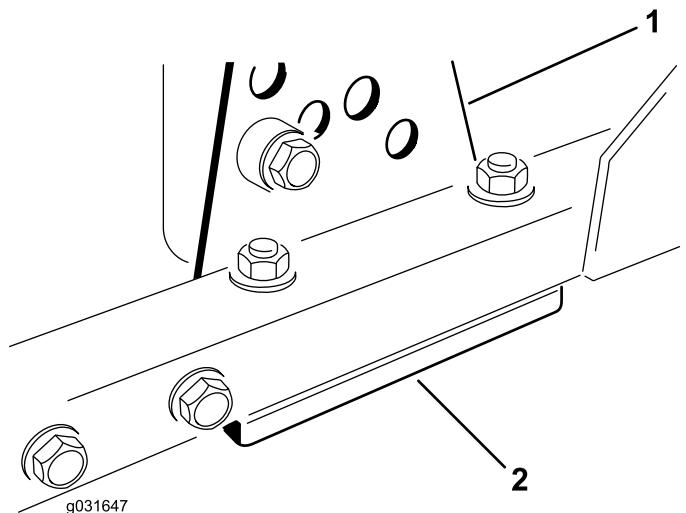

図 71
- 刈り高ブラケット前、左、右のうち1つをデッキのフレームから外す 図 71。
- デッキフレームとブラケットとの間に厚さ 1.5 mm または 0.7 mm のシム、場合によってはこれらの両方を挿入して、希望する刈高を達成する 図 71。
3. 余ったシムを刈り高ブラケットの下に入れ、刈り高ブラケットをデッキのフレームに取り付ける図 71。